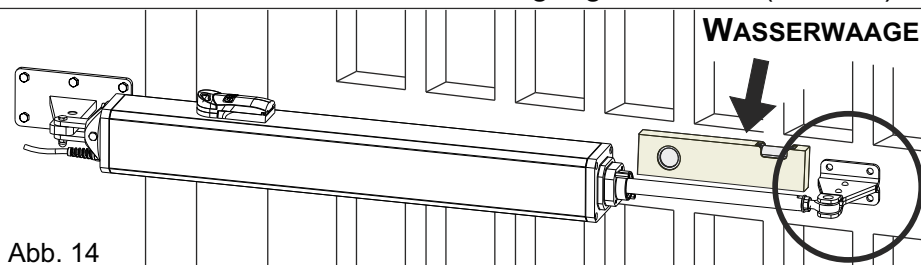

Abb. 14
- Den vorderen Aufsatz auf das Tor setzen und die Stange in die Halterung schieben (Abb. 14)